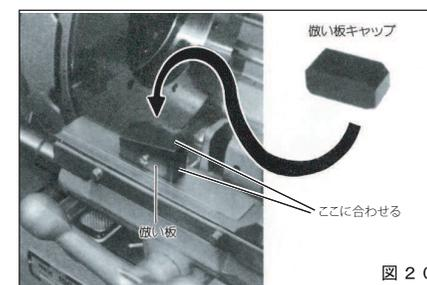

図20
- ③付属の倣い板キャップを往復台の倣い板の上面と側面に合わせてかぶせてください。(図20)